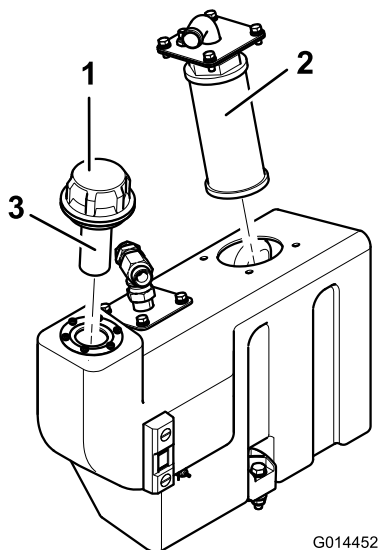

Figura 71
1. Retire la brida de aspiración del depósito de aceite para tener acceso al filtro de aspiración (Figura 71).
2. Desenrosque y retire el filtro de malla y límpielo con queroseno o gasolina antes de instalarlo (Figura 71).